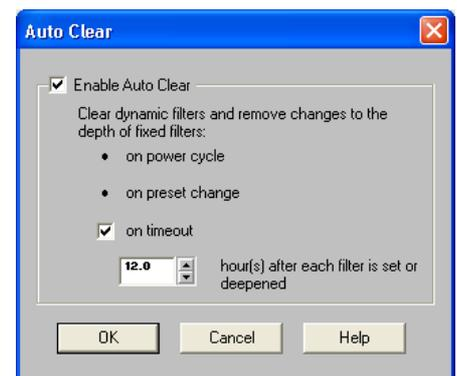

FIGURA 7-15: Cuadro de diálogo "Auto Clear"
Por omisión, el DFR retiene el estado de sus filtros cuando se cambia de configuración prefijada, o al desconectar y volver a conectar la alimentación. No obstante, podrá configurarse el DFR para que borre automáticamente los filtros dinámicos y los cambios en la profundidad de los filtros fijos, según los parámetros que se indiquen en el cuadro de diálogo "Auto Clear", que se ilustra más abajo en la Figura 7-15. Podrá accederse a este cuadro haciendo clic en el botón [AUTO CLEAR] de la ventana del DFR.
- Se despliega el cuadro de diálogo "Auto Clear", como se ilustra en la Figura 7-15.